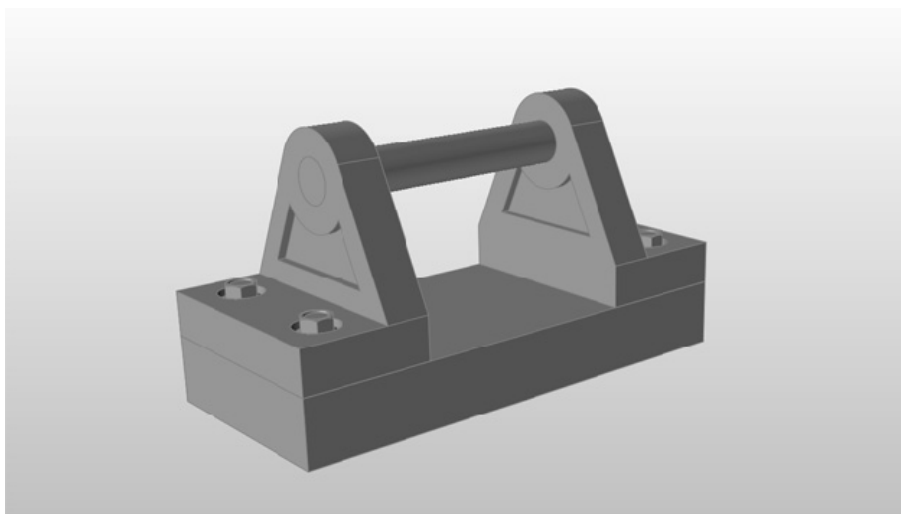

图 2-14
7) 单击剩余的透明零件，然后单击鼠标右键退出显示/隐藏模式，如图 2-14 所示。